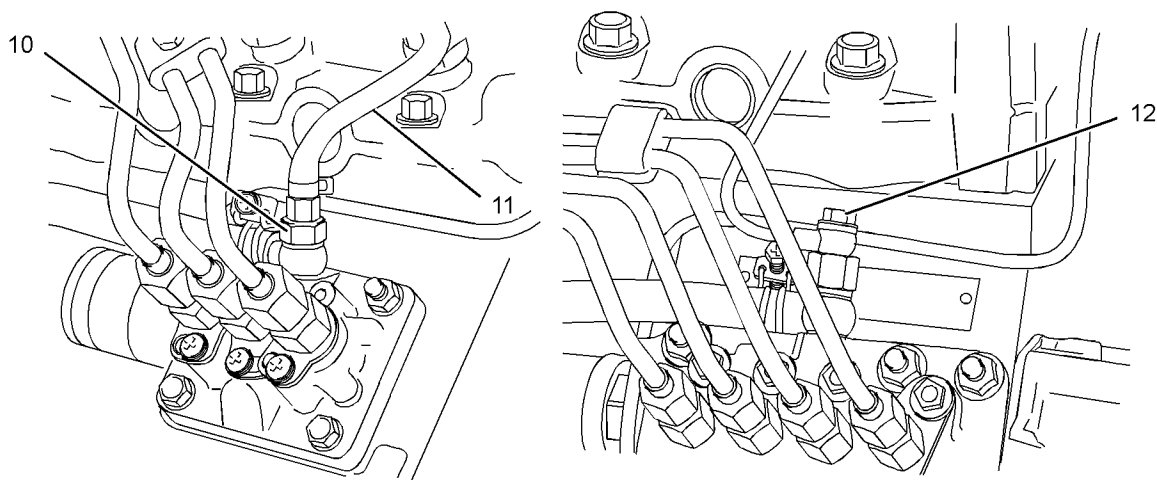

Рис. 54
3. Поработайте ручным топливоподкачивающим насосом (6). Когда через прокачной винт потечет топливо без воздуха, затяните прокачной винт.
4. Ослабьте соединение (10 или 12) на топливном насосе высокого давления. См. рисунок 54.
3. Поработайте топливоподкачивающим насосом в магистрали (7). Когда через прокачной винт потечет топливо без воздуха, затяните прокачной винт.
3. Дайте поработать электрическому топливоподкачивающему насосу (8). Когда через прокачной винт потечет топливо без воздуха, затяните прокачной винт. Выключите электрический топливоподкачивающий насос.
3. Поработайте топливоперекачивающим насосом (9). Когда через прокачной винт потечет топливо без воздуха, затяните прокачной винт. Выключите топливоперекачивающий насос.